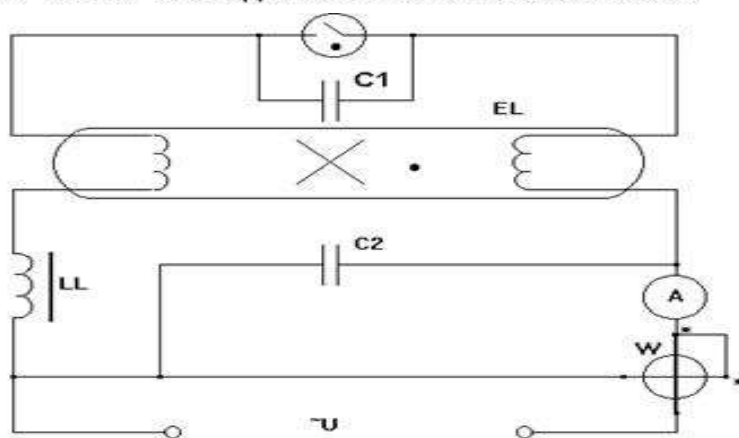

Рис.2. Схема исследования люминесцентной лампы
1.5 Собрать схему (рис.2) и показать ее преподавателю.
1.6 Выполнить указание п.1.4 для люминесцентной лампы (рис.2) и данные записать в таблицу 2.
При подаче напряжения на лампу (рис.2) начальный ток потечет по следующей цепи: клемма сети, дроссель, первичный электрод лампы, стартер, второй электрод лампы, клемма сети. Величина этого тока незначительная и составляет доли ампера. Этот ток, проходя через газ между электродами стартера, нагревает этот газовый промежуток (т.к сопротивление этого газового слоя довольно велико). Вместе с газом нагреваются и электроды стартера. Биметаллический электрод при нагревании изгибается и соединяется со вторым электродом. При замыкании контактов стартера ток в цепи резко увеличивается, т.к исключается сопротивление газового промежутка стартера. Величина этого тока, в основном, определяется индуктивным сопротивлением дросселя. Ток, который течет по цепи при замкнутых контактах стартера называется пусковым током. Пусковой ток разогревает электроды люминесцентной лампы до температуры около  $1000^{\circ}\text{K}$ . Лампа готова к зажиганию. Так как электрическое сопротивление замкнутых электродов стартера мало, они охлаждаются ( $Q=I^2R$ ) и размыкаются (биметаллический электрод возвращается в начальное положение). При размыкании контактов стартера ток в цепи резко уменьшается, такое резкое уменьшение тока вызывает быстрое уменьшение магнитного поля дросселя, что в свою очередь приводит к возникновению ЭДС самоиндукции, импульс которой достигает 500...600 В. Это напряжение, накладываясь на напряжение сети, пробивает газовый промежуток в лампе, и начинается электрический разряд в газе, а затем и в парах ртути. Невидимое для глаза ультрафиолетовое излучение, возникающее в результате этого разряда, облучает слой люминофора и вызывает видимое свечение его.